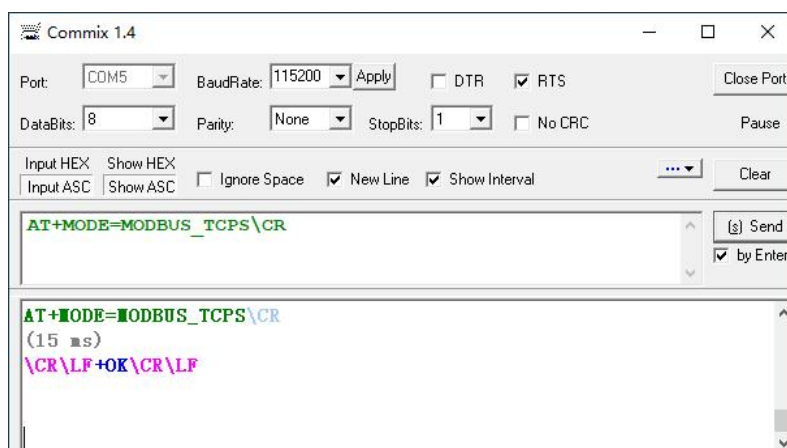

图 13-4 设置MODBUS_TCPS 模式 AT 指令
- 2) 设置设备工作模式，如图 13-4 所示，将工作模式设置为 MODBUS TCP Slave 模式；